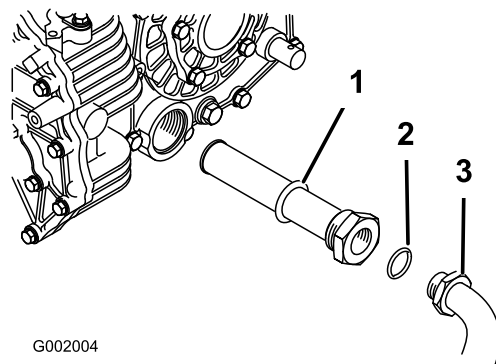

Figura 56
5. Retire o tubo do hidráulico e o conector de 90° (Figura 56).